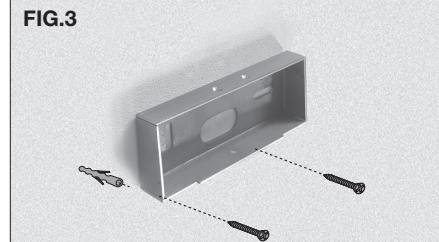

FIG.3
- Fixez le support au mur avec des vis et chevilles appropriées, INTERASSE 100mm. **FIG.3**